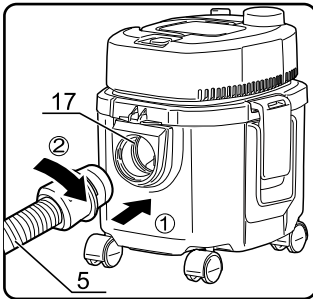

fig.6
- 호스(5)의 큰 끝을 진공호스 연결부(17)에 삽입하고 단단히 조일 때까지 나사를 끼웁니다. (fig. 6)